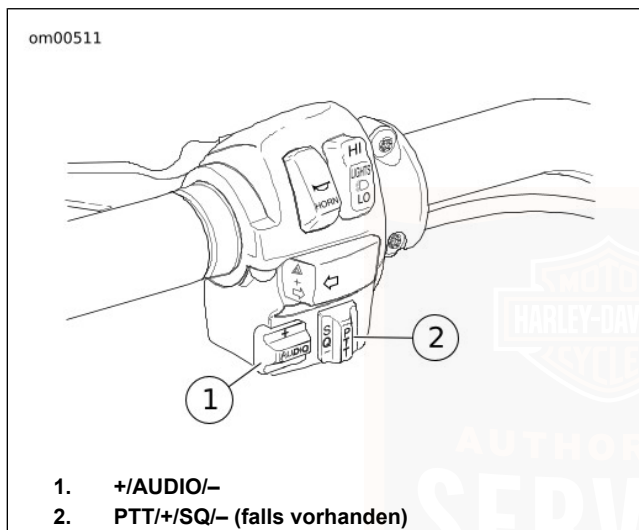

Abbildung 32. Linke Audio-Bedienungselemente (typisch)
2. **Lautstärke einstellen:** Siehe Abbildung 32. Die Lautstärke mit dem **AUDIO** Schalter (1) am linken Handgriff einstellen. Um die Lautstärke zu erhöhen, den Schalter **AUDIO** nach oben (+) drücken; um die Lautstärke zu senken, den Schalter nach unten (–) drücken.
3. **Sendereinstellung von Hand:** Die **Aufwärtsfeiltaste** oder **Abwärtsfeiltaste** drücken und halten bis die gewünschte Radiofrequenz auf dem LCD (8) angezeigt wird.
2. **Übertragung:** Zum Senden entweder den Fahrer- (Abbildung 32) oder den Sozius-PTT-Schalter (Abbildung 39) drücken und halten. **PTT**-Schalter loslassen, um die Sendung zu beenden.
3. **Übertragung:** Zum Senden entweder den Fahrer- (Abbildung 32) oder den Sozius-PTT-Schalter (Abbildung 39) drücken und halten. **PTT**-Schalter loslassen, um die Übertragung zu beenden.
Siehe Abbildung 32. Bei Modellen mit CB-Funkgerät befinden sich die Sprechtaaste (**PTT**) und der Rauschsperrschalter (**+/SQ/-**) auf der linken Lenkerschalterbaugruppe.
AUDIO: Siehe Abbildung 32. Die Taste **AUDIO** drücken, um Zugang zum Audio-/Einrichtmenü der LCD-Anzeige zu erhalten. **AUDIO** drücken und loslassen oder die belegbare Taste drücken, um der Reihe nach zur nächsten angezeigten Funktion weiterzuschalten: Tiefen-, Höhen-, Überblendregelung, Anzeige, Lautstärke und schließlich **AVC**.